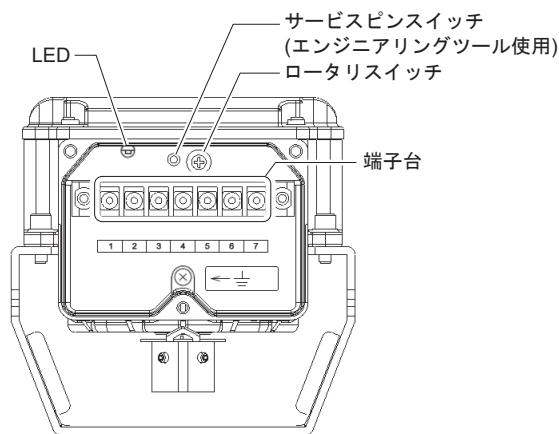

図18 設定用スイッチ
- * 本製品におけるサービスピンスイッチとロータリスイッチの位置については、『図18 設定用スイッチ』を参照してください。
- (1) サービスピンスイッチを10秒間長押しします。
- (2) 調整モードに入ります。
- (3) 目的の動作番号まで、ロータリスイッチを回します。